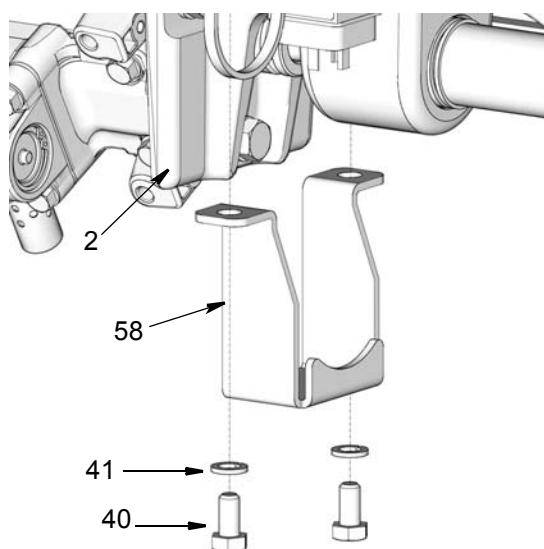

FIG. 13
3. Retirer les vis (40), les rondelles (41) et la protection doigt (58) de la base de la pompe (2) (FIG. 13).